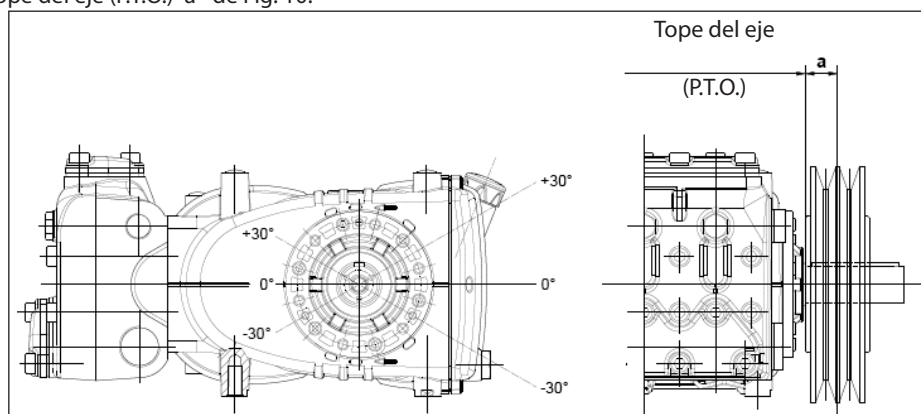

Fig. 10
La carga radial sobre el eje no debe ser superior a 7500 N (valor necesario para definir el Layout). La transmisión es considerada adecuada si tal carga es aplicada a una distancia máxima $a = 40$ mm del tope del eje (P.T.O) como se indica en la Fig. 10.
- b) Utilizar correas de alto rendimiento – por ejemplo **XPB** en lugar de **SPB** – ya que resultará necesario una cantidad inferior de correas en paridad de potencia transmitida y una consecuente distancia inferior de la resultante con respecto al tope del eje (P.T.O.) "a" de Fig. 10.